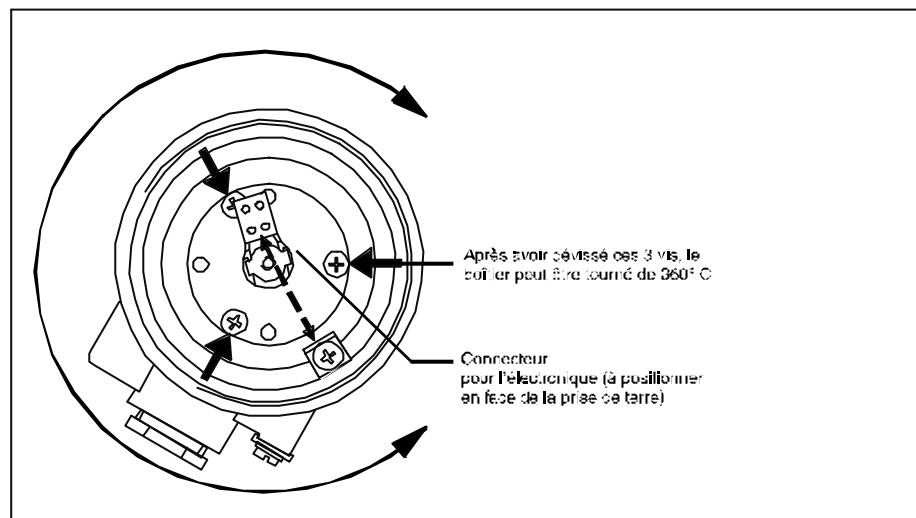

Fig. 14
- dévisser légèrement les 3 vis dans le boîtier, voir fig. 14